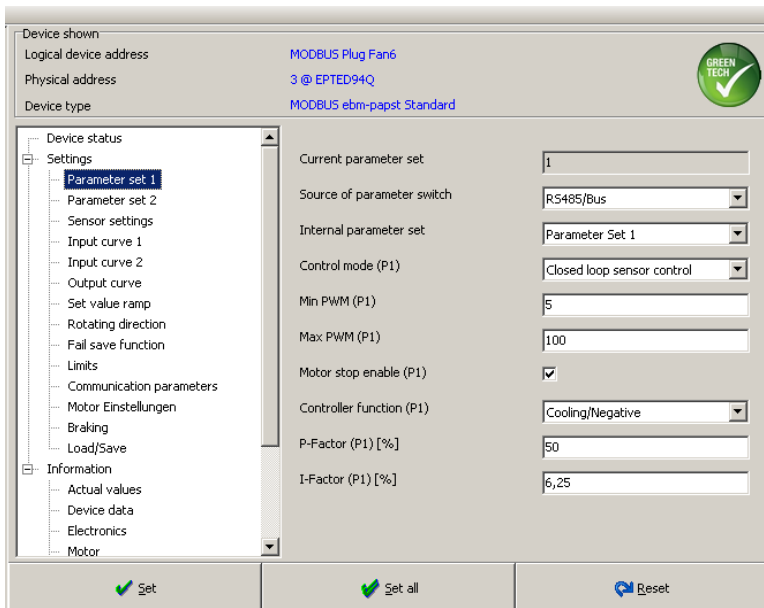

Fig. 55: Parameter set 1
- Under parameter set 1, activate parameter set 1 and make settings (see Fig. 55)